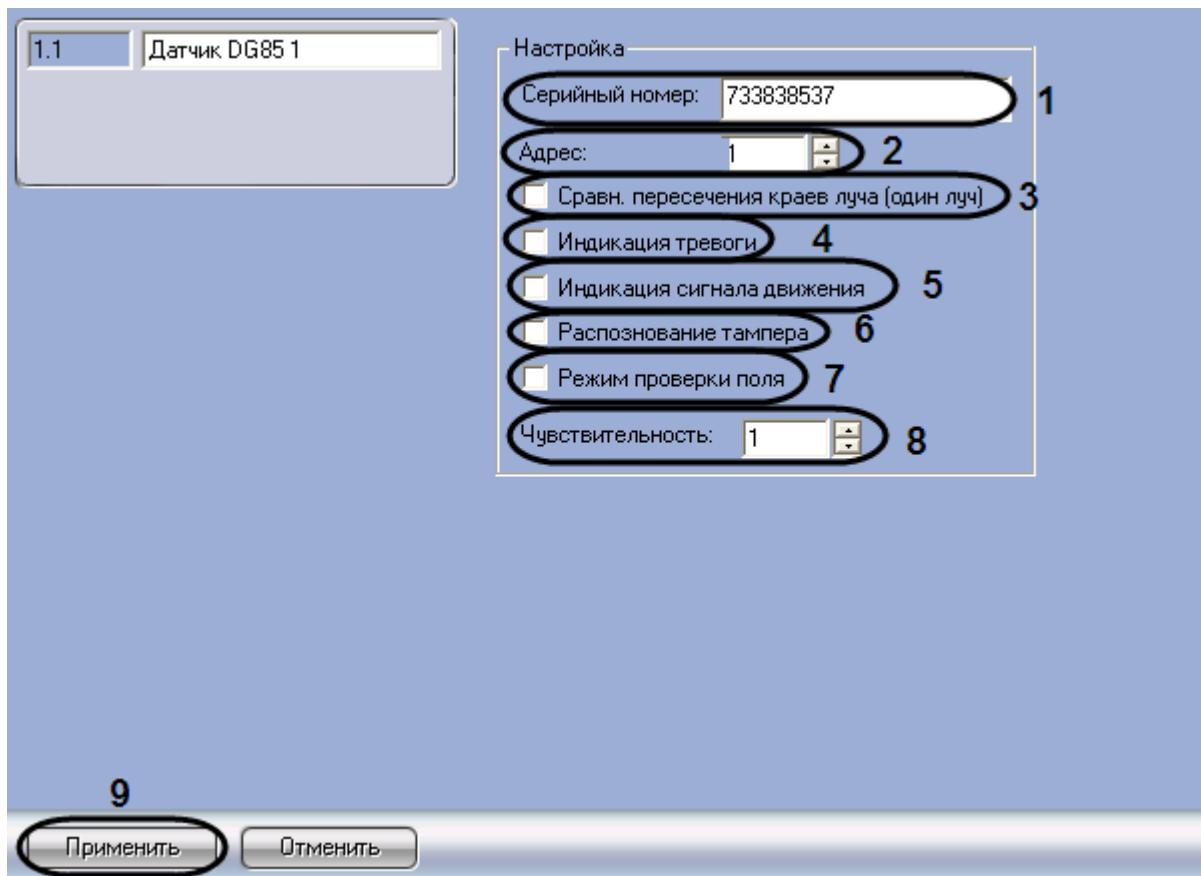

Рис. 3.9-2. Панель настройки объекта Датчик DG85
1. Перейти на панель настройки объекта **Датчик DG85** (Рис. 3.9-2)
2. В поле **Серийный номер** (см. Рис. 3.9-2, 1) ввести серийный номер датчика DG85 в шестнадцатеричном формате.
3. В поле **Адрес** ввести с помощью кнопок **вверх-вниз** адрес датчика DG85 в десятичной системе счисления (см. Рис. 3.9-2, 2).
4. При необходимости подавать сигнал тревоги, если разорван один луч, установить флагок **Сравн. Пересечения краев луча (один луч)** (см. Рис. 3.9-2, 3).
5. Для индикации диода на датчике при тревоге установить флагок **Индикация тревоги** (см. Рис. 3.9-2, 4).
6. Для индикации диода на датчике по сигналу движения установить флагок **Индикация сигнала движения** (см. Рис. 3.9-2, 5).
7. Для отслеживания состояния корпуса датчика установить флагок **Распознавание тампера** (см. Рис. 3.9-2, 6).
8. Для перехода в режим тестирования поля установить флагок **Режим проверки поля** (см. Рис. 3.9-2, 7).
9. В поле **Чувствительность** ввести с помощью кнопок **вверх-вниз** значение чувствительности датчика DG85 (см. Рис. 3.9-2, 8).
10. Для сохранения внесенных изменений нажать кнопку **Применить** (см. Рис. 3.9-2, 9).